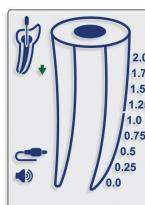
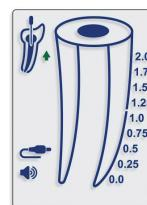

Fig. 5
Fig. 6
- 5.4.11. O movimento da lima dentro do canal é refletido pelas setas para baixo (DOWN) (Fig. 5) e para cima (UP) (Fig. 6) na tela.